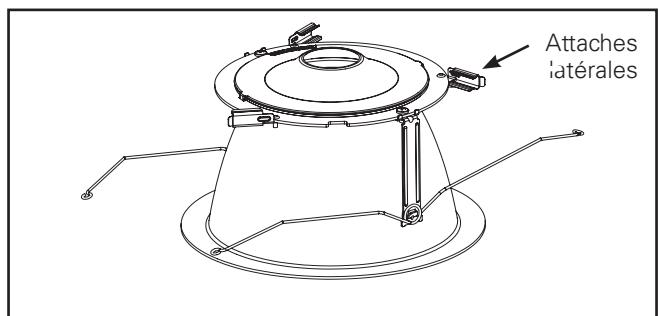

Figure 7.
3. Retirez l'assemblage de la garniture de l'emballage protecteur et tournez les attaches latérales (3) vers l'extérieur. (Figure 7).